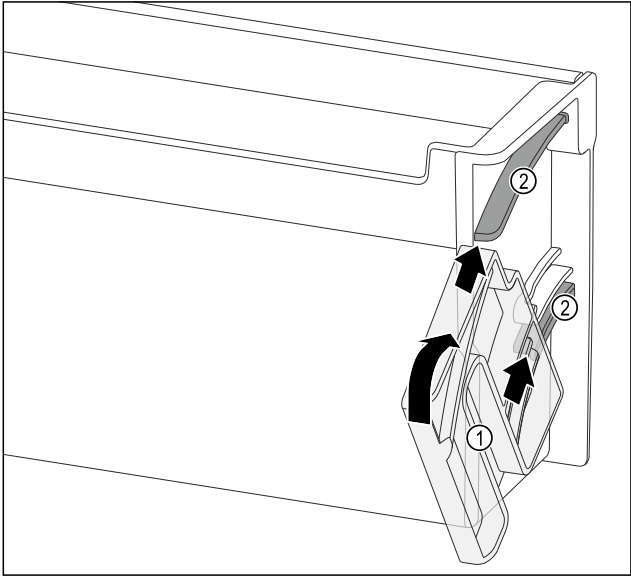

Fig. 137
▶ 定位旋转单元 Fig. 137 (1)，使槽正好与门边存放架的导向槽 Fig. 137 (2)相对。
▶ 沿指定方向转动旋转单元 Fig. 137 (1)。